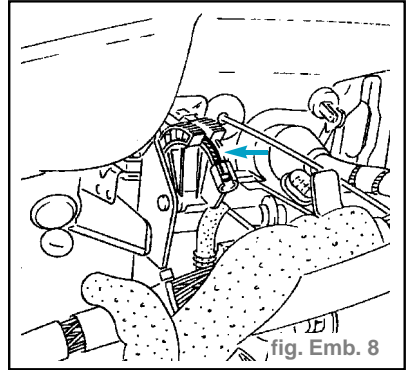

fig. Emb. 8
- Repousser le secteur cranté du système de rattrapage automatique et dégager l'extrémité du câble. (fig. Emb. 8)